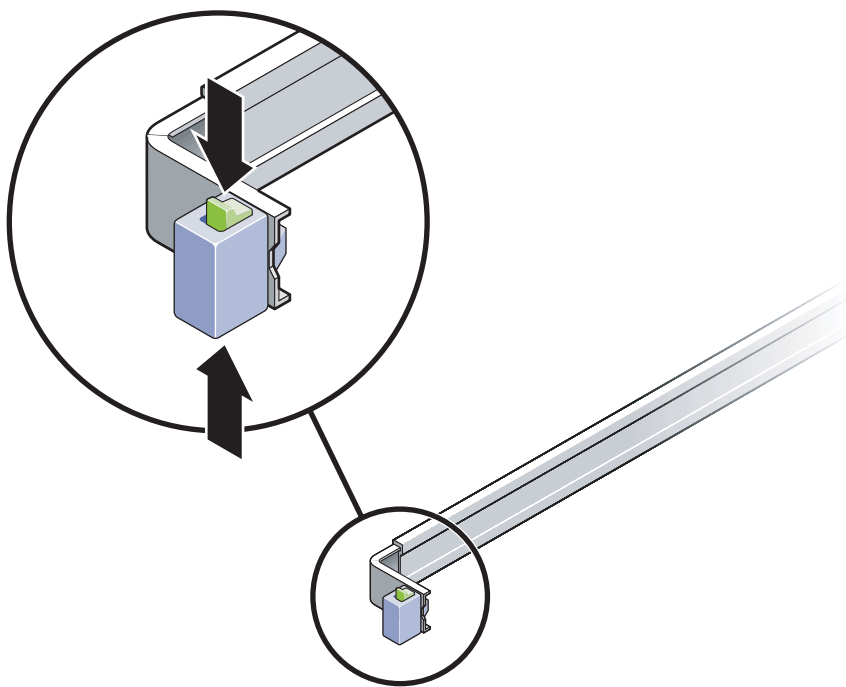

图 2-12 解开滑轨装置的锁定
2. 对服务器底盘左右两侧的滑锁按钮进行解锁（图 2-12），然后慢慢将服务器从机架中拉出，直到滑轨到达终止位置。